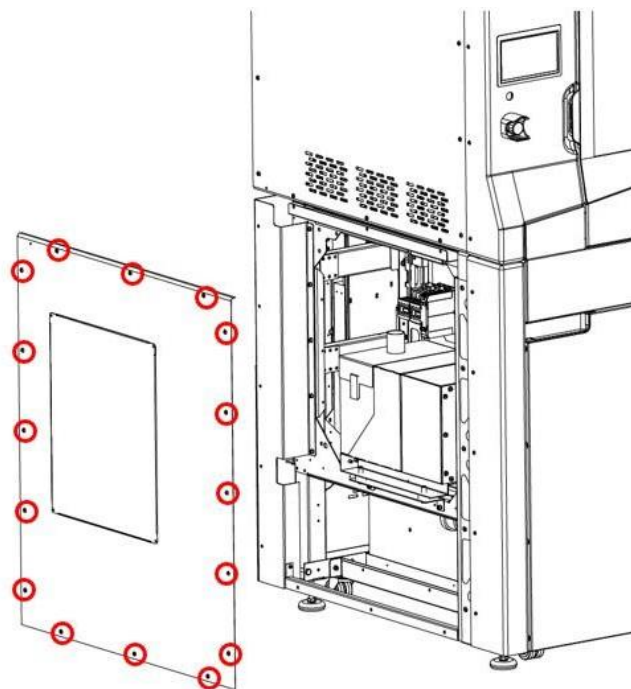

Рис. 96. Нижняя левая крышка принтера
5. Снять нижнюю левую крышку, отвинтив 16 крепежных винтов (рис. 96).